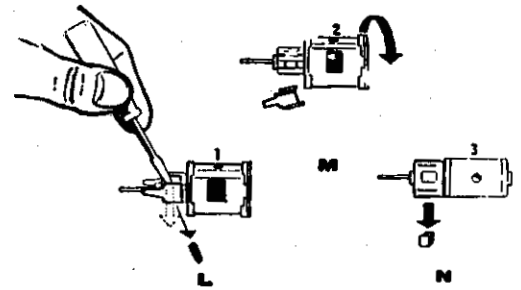

Abb. 4
**Motorbürsten auswechseln (Abb. 4)**
### Koolborstels verwisselen (afb. 4)
Versleten koolborstels na het uitnemen van de motor volgens afb. 4 (L-M-N) eruit halen en door nieuwe vervangen. Voorzichtig bij het afnemen van de borstelplaat L, opdat de borstelveren niet verloren gaan. Verder toezien dat de contactplaatjes met omgebogen veren weer op dezelfde plaats gemonteerd worden, daar anders de rijrichting verwisseld wordt.